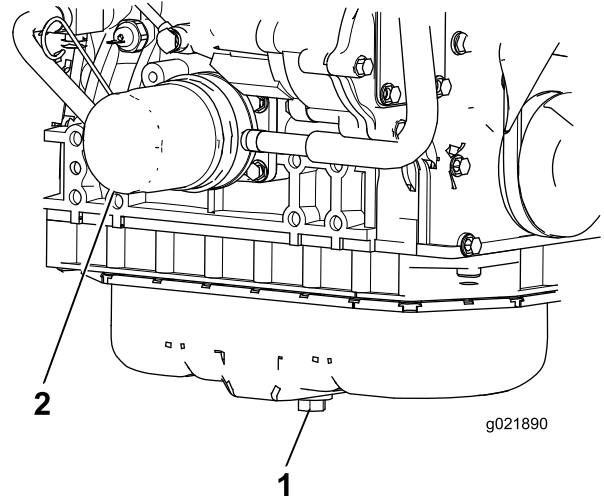

Figura 86
1. Retire el tapón de vaciado y deje fluir el aceite a un recipiente apropiado (Figura 86).
3. Retire el filtro de aceite (Figura 86).